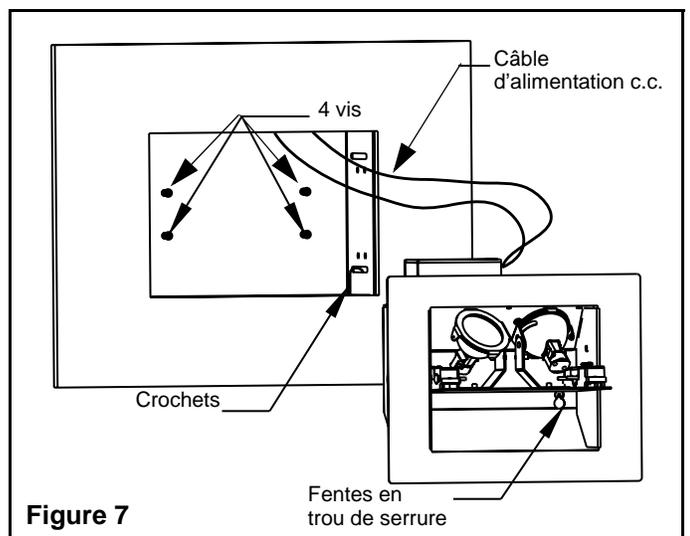

Figure 7
7. Tenez solidement le module. Dégagez les crochets et le laissez-les accrochés à la paroi du support en " U ", pour usage ultérieur (voir Figure 7).